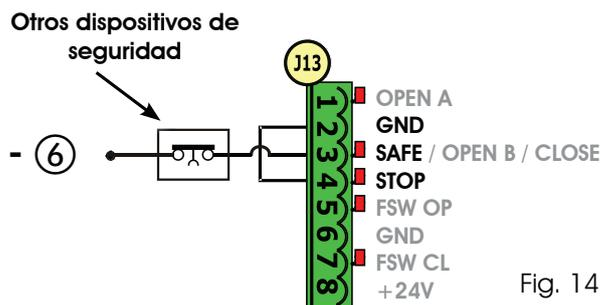

Fig. 14
**Si se desactiva el dispositivo de seguridad Fail Safe (parámetro configurable en el 2º nivel de programación), el negativo que debe utilizarse para la gestión de la entrada SAFE deberá ser el - 6 (véase Fig. 14).**